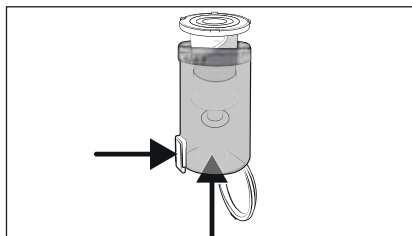

Fig. 20
- 3) Para retirar el filtro de acero inoxidable **6** del depósito de polvo **7**, pulse el botón de desencastre de la tapa del depósito de polvo **8**. Tras esto, retire el filtro de acero inoxidable **6** del depósito de polvo **7** deslizándolo desde abajo (consulte la fig. 20).